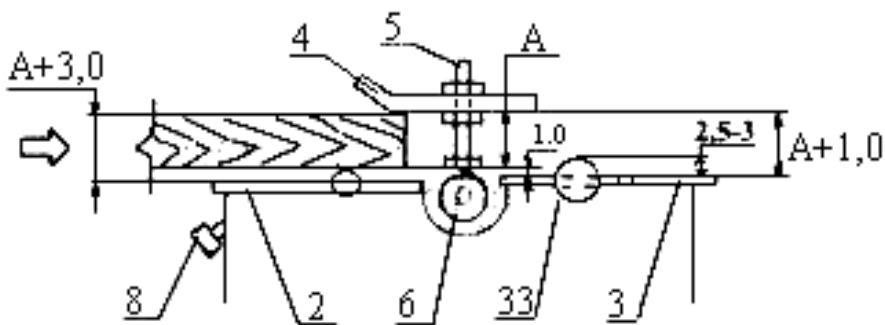

Рис. 6
#### 4.3. Рейсмусование верхнее. (Рис.6). (для модификаций P2 - A2)
- Выставить строгальные ножи в один размер выше кромки заднего стола (3) на 1,0 мм;
- Установить передний стол (2) на 2 мм ниже заднего стола (3);
- Вернуть шпильки (5) в опоры вала и, не доводя до подшипников, закрепить их гайками, как показано на Рис.6. При наличии прижима с 4-мя шпильками, остальные шпильки установить в отверстия заднего стола (3);
- Навернуть на шпильки гайки и установить на них прижим (4) – **Пружины на шпильки не устанавливать!**;
- Выставить прижим (4) на необходимый размер обработки А (А +1 мм от заднего стола (3)) и закрепить контргайками.
- Провести пробную обработку доски, при необходимости подрегулировать размер А гайками на шпильках (поворот гайки на одну грань, 1/6 оборота, равен 0.3мм, пол грани – 0.15мм); поджатие материала к прижиму (4) регулировать подъемом переднего стола (2), вращая маховик п.8. Толщина съема за один проход 1 – 3 мм (не более), скорость вращения строгального вала – 5000 1/мин.
- В модификации P2 подача материала производится поворотом ручки подающего вала (33). Для его установки: снять задний стол (3), вложить вал (33) опорами в пазы стенок корпуса станка (рукояткой со стороны шкивов), и установить стол (3) на место. В случае проскальзывания доски по обрешиненному валу (33) или при тугом вращении вала (33), следует опустить ножи строгального вала (6) ниже, или, соответственно, поднять выше от плоскости заднего стола (3).